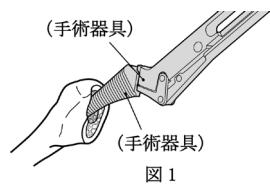

図1
- (1) 大腿骨頸部を切断して骨頭を除去した後、大腿骨近位部の髄腔を形成する（図1）。